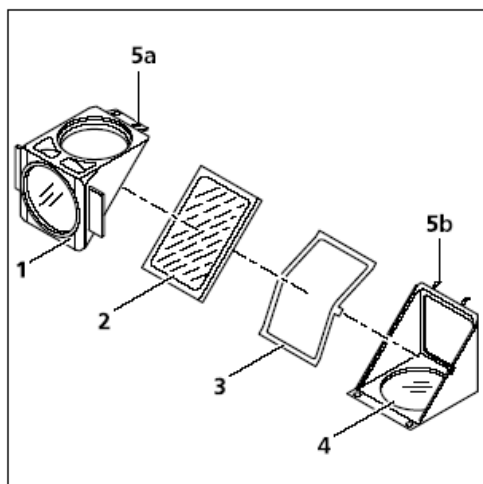

图3-45 更换分色片
- 现在倾斜位于顶端的激发部件（图3-45/1），将其从发射部件固定架（图3-45/5b）中取出发射部件（图3-45/4）。
- 从模块底部取下分光片（图3-45/2）和弹簧框（图3-45/3）。
- 移除旧分光片，装入新的分光片，小心地把分光片带有反射膜的一面朝向弹簧框（图3-45/3）。把这两个器件一起装进模块底部。确保弹簧框的侧面弹簧锁插入模块底部相应位置的凹槽。
- 把模块的**激发**部件（图3-45/1）安装于**发射**部件上（图3-45/4）——把固定架（图3-45/5b）和锁眼（图3-45/5a）锁合到一起。把两个部件装配到一起并旋转回安装位置。